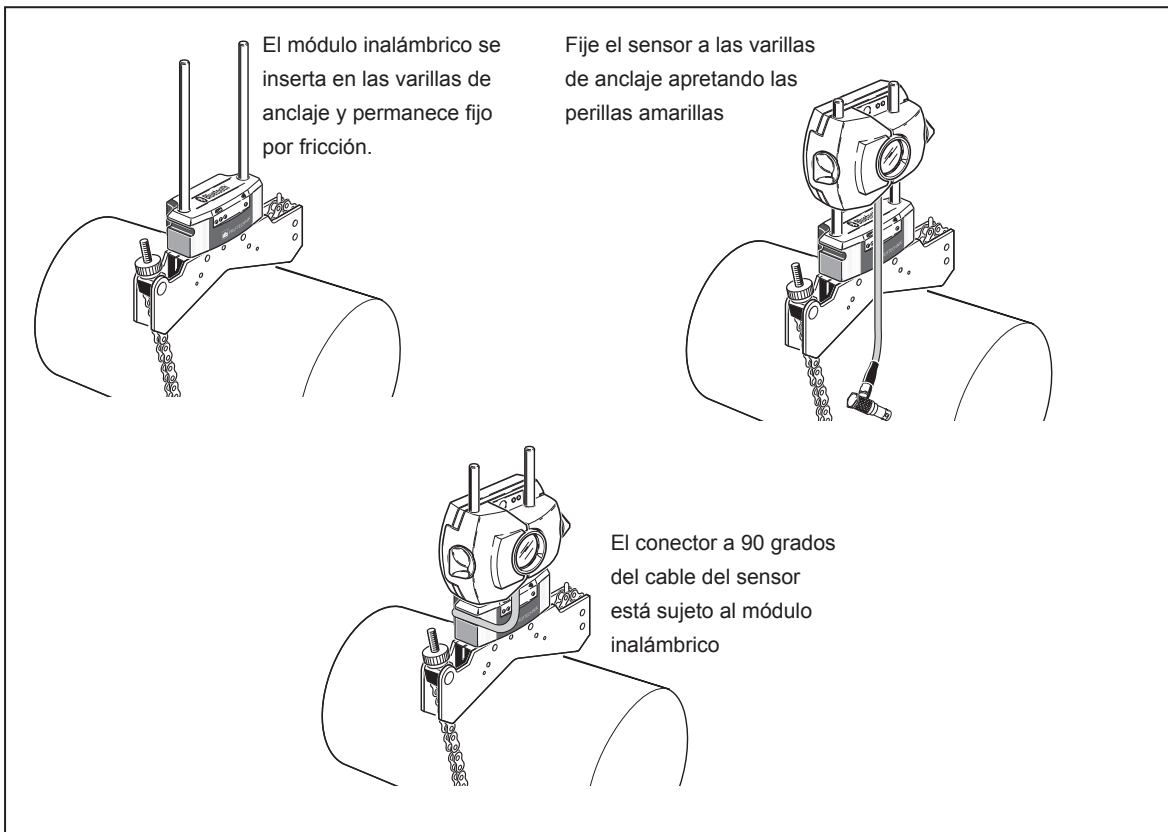

Figura 7-2. Montaje del módulo inalámbrico y el sensor
1. Monte el módulo inalámbrico en las varillas de anclaje del soporte fijado al eje de la máquina izquierda (normalmente la máquina estática) – visto desde la posición normal de trabajo. El módulo se sujeta en las varillas de anclaje. Se recomienda bajar el módulo inalámbrico deslizándolo hasta el final sobre el armazón del soporte (véase la figura 7-2).
2. Monte el sensor en las mismas varillas de anclaje que el módulo inalámbrico. Asegúrese de que las perillas amarillas estén lo suficientemente flojas como para permitir que el sensor se deslice por las varillas de anclaje. Baje el sensor hasta que quede tan cerca del módulo inalámbrico como sea posible (consulte la figura 7-2).
4. Conecte el sensor al módulo inalámbrico, utilizando el cable del módulo inalámbrico (véase la figura 7-2).